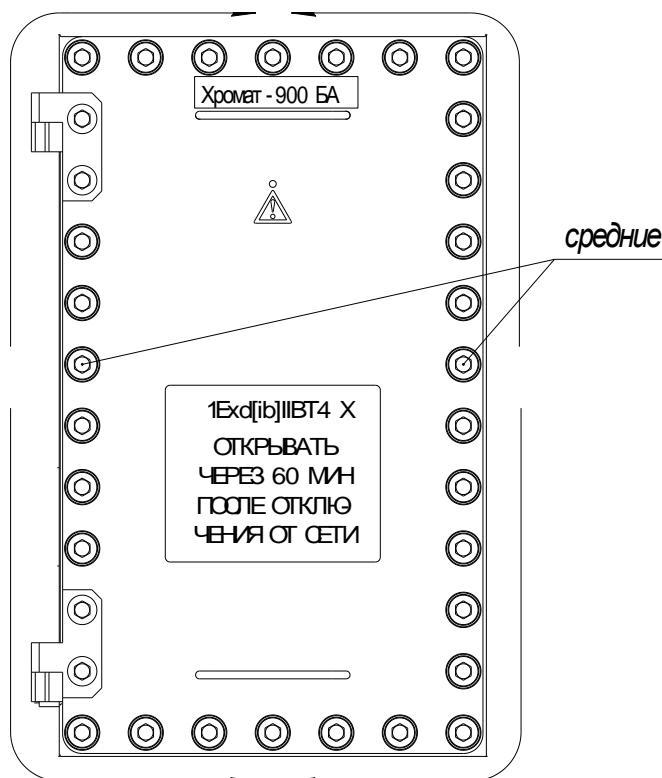

Рисунок 2.1 – Порядок закрытия крышки оболочки БА
2.2.8 При закрытии оболочки последовательно от средних затянуть крепежные болты крышки (см. рисунок 2.1) для обеспечения щелевого зазора между сопряженными поверхностями крышки и фланца корпуса по всему периметру не более 0,2 мм согласно приложению А. Величину щелевого зазора контролировать с помощью щупа толщиной 0,2 мм из набора щупов №4 ТУ2-034-225-87 из комплекта ЗИП хроматографа. Удовлетворительной считать величину зазора, при которой щуп не проходит ни в один из промежутков между крепежными болтами.